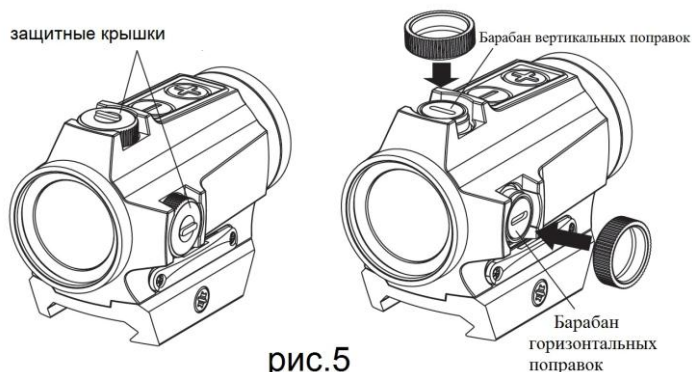

рис.5
1. Сверху прицела находится барабан вертикальных поправок, справа – барабан горизонтальных поправок (см. Рис.5). На фабрике прицельная марка устанавливается в среднее положение.
2. Для ввода поправок можно воспользоваться встроенной в защитную крышку отверткой (см. Рис.5). Обратите внимание на надпись внутри крышки.
3. Сначала снимите защитную крышку (см. Рис.5), вставьте шлиц